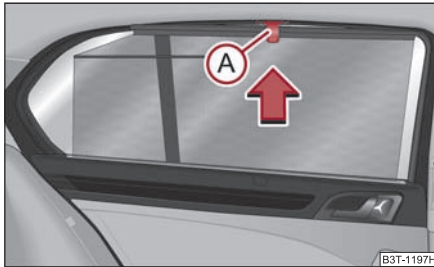

Fig. 72 Ușa din spate: Ruloul parasolar
- Trageți ruloul parasolar de elementul (A) ⇒ fig. 72 și agățați-l în suportul din marginea superioară a ușii.